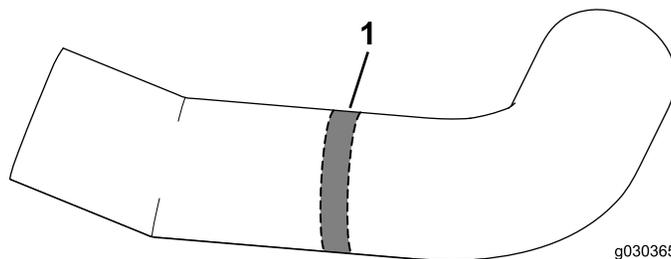

Bild 35
- Schneiden Sie 13 mm vom Schlauch ab, wie in Bild 35 abgebildet.